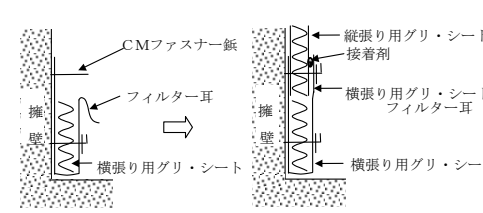

図 II-5 「グリ・シート」の接続部の処理
- (2) 横張り用「グリ・シート」のフィルター耳と縦張り用「グリ・シート」の間を土が入り込まないように接着剤で止める。接着剤の塗布量は5mm幅（10ml/m）で塗布する。（図 II-5）